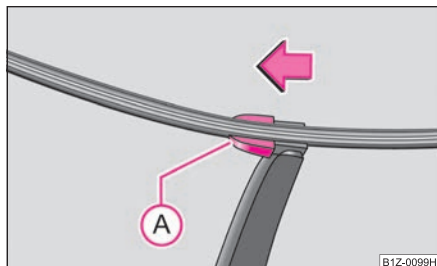

Fig. 56 Lama ștergătorului lunetei
- Ridicați brațul ștergătorului de pe lunetă și poziționați lama astfel încât să formeze un unghi drept cu brațul ștergătorului ⇒ fig. 56.
- Cu cealaltă mână deblocați siguranța (A) în sensul săgeții și scoateți lama.